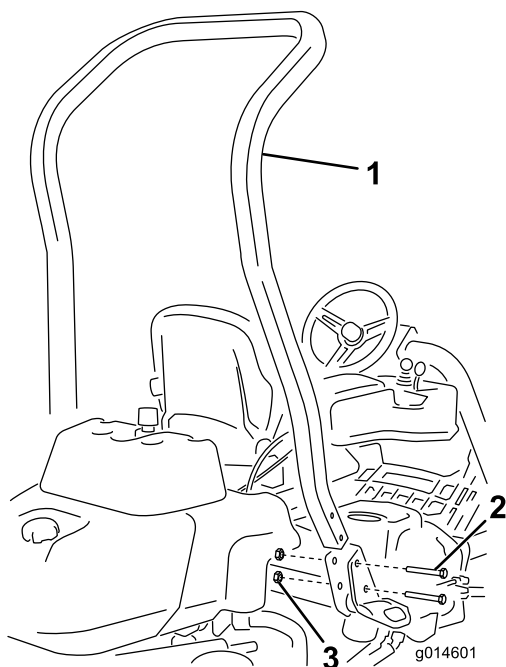

图3
3. 使用 4 个螺栓 (1/2 x 3-3/4 英寸, 即 12.7 x 95.3mm) 和 4 个凸缘螺母 (1/2 英寸, 即 12.7mm), 将翻车保护杆安装到机器两侧的卡槽中 (图3)